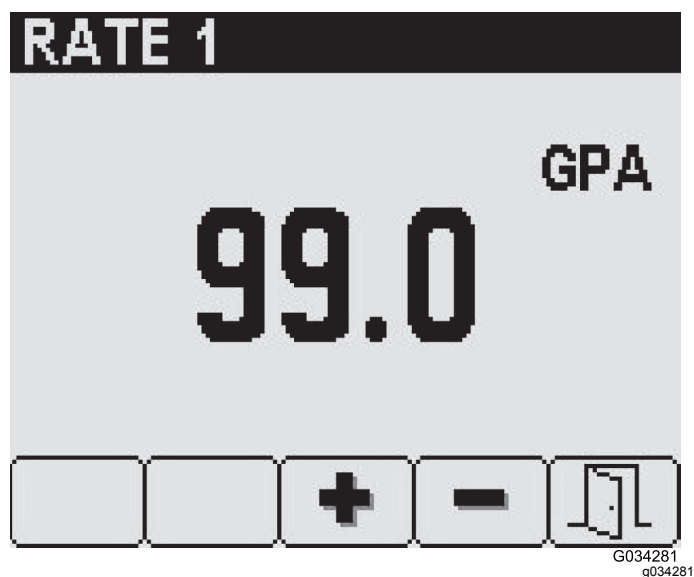

图 18
3. 在选定喷洒率屏幕用 3 号和 4 号按钮设置所需喷洒率图 18。